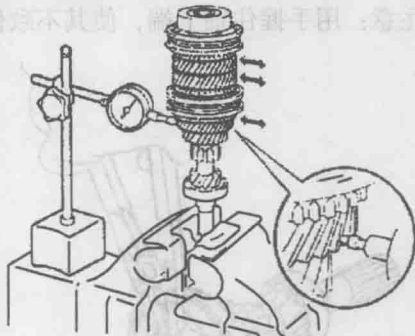

图 1-18 检测顶隙
18) 如图 1-18 所示, 检测四档、五档齿轮顶隙, 标准值应小于等于  $0.058\text{mm}$ 。